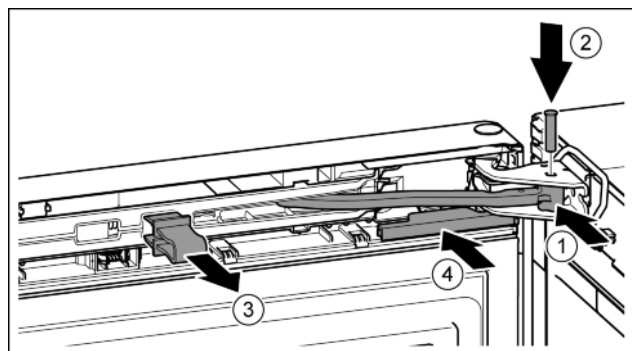

Fig. 42
- ▶ Przegub obrócić w płytce zawiasu. *Fig. 42 (1)*
- ▶ Sworzeń umieścić w płytce zawiasu i przegubie. Przy tym zwrócić uwagę, aby krzywka zatrzaskowa została prawidłowo umieszczona w rowku. *Fig. 42 (2)*
- ▶ Zdjąć zabezpieczenie. *Fig. 42 (3)*
- ▶ Wsunąć osłonę. *Fig. 42 (4)*